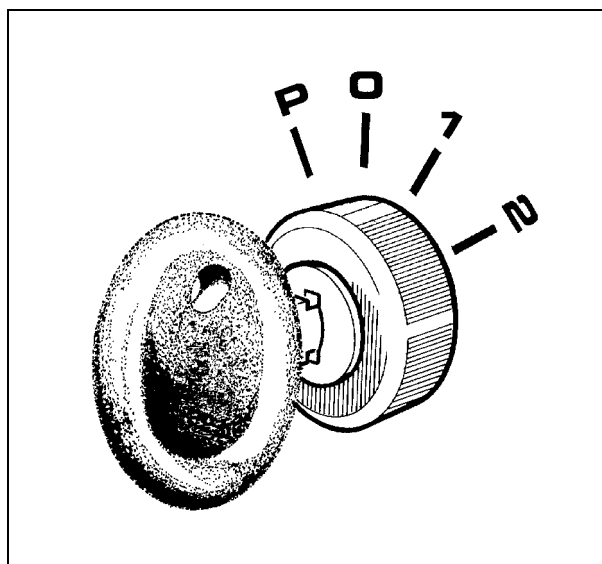

Рис. 95
- 1.) Проверить, что три переключателя (1) находятся в зафиксированном положении (выключены).
- 2.) При помощи акселератора (2) снизить частоту вращения двигателя до низкой частоты вращения холостого хода; дать двигателю поработать при низкой частоты вращения холостого хода не менее трех минут.
- 3.) Остановить двигатель, для чего повернуть ключ зажигания (3) в положение **0** (Рис. 95).
- 4.) Отпустить ключ зажигания (3).
- 5.) Включить стояночный тормоз, для чего нажать до упора педаль (4).
- 4.) Если комбайн долго находился в нерабочем состоянии и если первая попытка пуска производится при низкой температуре окружающей среды, оставить ключ зажигания повернутым в положение **1** на одну или две минуты, чтобы дать возможность электрическому насосу (1) заполнить контур подачи топлива.
- 5.) После пуска двигателя немедленно отпустить ключ зажигания, чтобы он вернулся в положение **1** (Рис. 95).